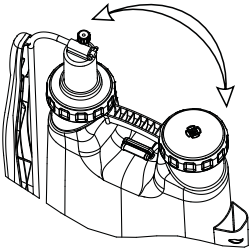
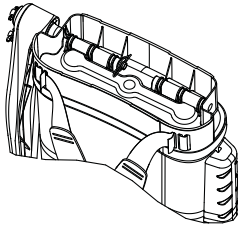
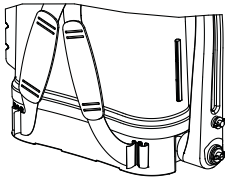

Рис.2
Рис.3
Рис.4
- демонтируйте рычаг (65), шатун (66) и вал (62), удалив все шплинты, шайбы и оси, фиксирующие данные узлы;
- переставьте местами узел насоса вместе с крышкой (74) и сетчатый фильтр с крышкой заливной горловины(48) (Рис.2);
- снимите держатель (76), потянув его вверх вдоль бака, и закрепите его на противоположной стороне бака;
- установите вал (62) в отверстие поддона со стороны узла насоса (Рис.3), наденьте его на шайбу(61) и протолкните до упора;
- в отверстие на валу вставьте шплинт (43);
- в отверстие в верхней части узла насоса вставьте шатун (66), на выступающий край которого наденьте шайбу (44). Закрепите шатун осью (67), установив ее в отверстиена шатуне;
- установите рычаг (65) одновременно на шатун и вал;
2. Закрепите ремень на верхней части опрыскивателя, продев петлю ремня в “ухо” на опрыскивателе. Закрепите ремень осью (52). Свободные концы ремня закрепите в отверстиях на баке (Рис. 4).